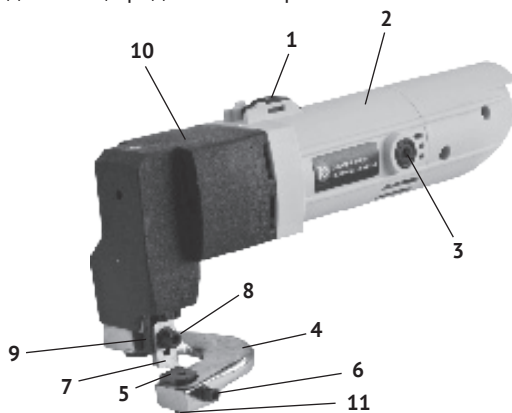

рис.1
1.4.1 Общий вид ножниц представлен на рис. 1
Однофазный коллекторный двигатель расположен в пластиковом корпусе (рис.1 поз.2), к которому крепится металлический корпус редуктора (рис.1 поз.10). К корпусу редуктора (снизу) крепится опорная подошва (рис.1 поз.4) в форме подковы (серьги). На ней закреплён неподвижный нож (рис.1 поз.5). Вращательный момент якоря электродвигателя шестерёнчатым редуктором и эксцентриковым механизмом преобразуется в возвратно-поступательное движение штока (рис.1 поз.9) в вертикальной плоскости. В паз штока крепится подвижный нож (рис.1 поз.7).
- включение ножниц осуществляется перемещением ползунка выключателя (рис.1 поз.1) в положение «I» - включено;
Неподвижный нож (рис.1 поз.5) расположен в пазе опорной подошвы (рис.1 поз.4), имеющей форму подковы (серьги). Для его замены:
- открутить винт регулировки (рис.1 поз.6) и болт крепления (рис.1 поз.11);
- Подвижный нож (рис.1 поз.7) расположен в пазе штока (рис.1 поз.9). Для его замены:
- открутить винт крепления (рис.1 поз.8);
- открутить крышки щёткодержателей (рис.1 поз.3), расположенных по бокам корпуса двигателя (рис.1 поз.2);